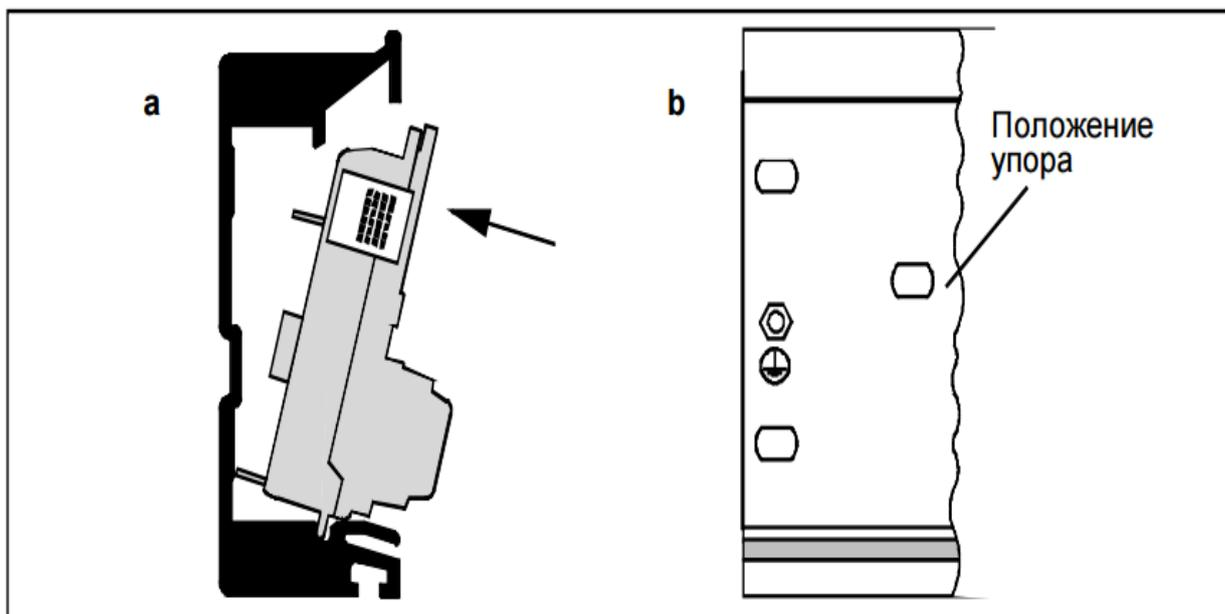

Рисунок 19. Монтаж модулей
1) Вставьте шинный модуль нижним краем в профильную шину, вдавите его в профильную шину (а) и сдвиньте его влево до положения упора (b) (рис. 19).